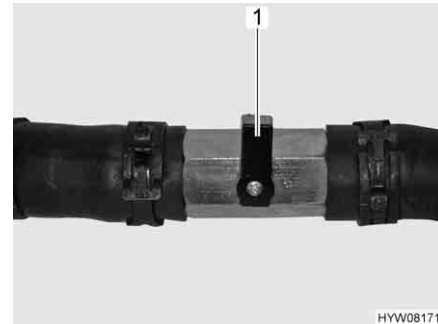

Bild 187 Absperrhahn geschlossen
- Den Hebel (Bild 187,1) quer zur Rohrleitung stellen.